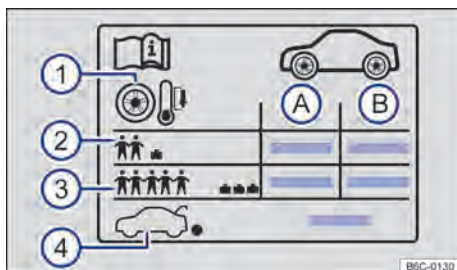

Fig. 158 Etiqueta com as pressões dos pneus.
Indicações na etiqueta de pressão dos pneus → Fig. 158:
- Adequar a pressão dos pneus sempre à condição de carga do veículo → Fig. 158 ③.